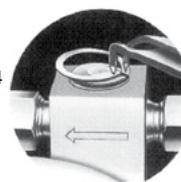

Abb. 4
1. Sprengring mit einer Sprengringzange oder einem ähnlichen Werkzeug entfernen und wegwerfen. Siehe Abb. 4. Griff in die offene Stellung drehen.
5. Sprengring mit Sprengringzange oder ähnlichem Werkzeug anbringen. Siehe Abb. 4.
1. Sprengring mit Sprengringzange oder ähnlichem Werkzeug entfernen. Siehe Abb. 4. Sprengring beiseite legen. Griff in die offene Stellung drehen.